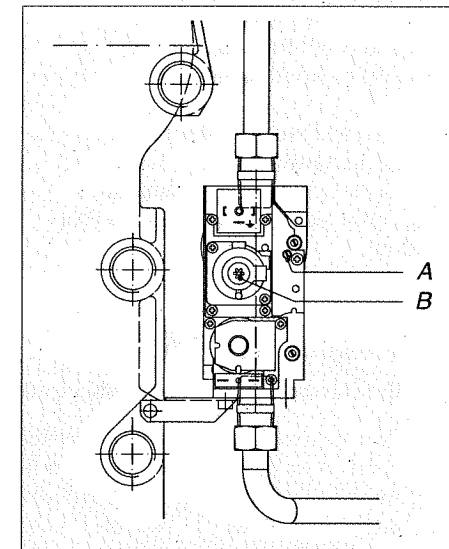

Bild 09 Einstellpunkte
Gerät auf Vollast schalten (Abschnitt 6.2.5). O₂- beziehungsweise CO₂-Gehalt prüfen. Falls erforderlich mit der Justierschraube (A) nachstellen, so dass die in nachstehenden Tabelle aufgeführten Werte erreicht werden (Siehe Bild 09).
Gerät auf Teillast schalten (Abschnitt 6.2.6). O₂- beziehungsweise CO₂-Gehalt prüfen. Nötigenfalls mit der Justierschraube (unter Kappe B) nachstellen (Siehe Bild 09).